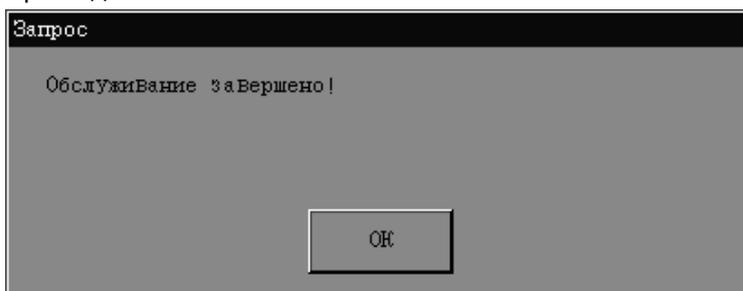

Рис. 10-10 Диалоговое окно
4. По завершении обслуживания появится диалоговое окно (Рис. 10-10). **НАЖМИТЕ «Да»**, чтобы закрыть диалоговое окно.